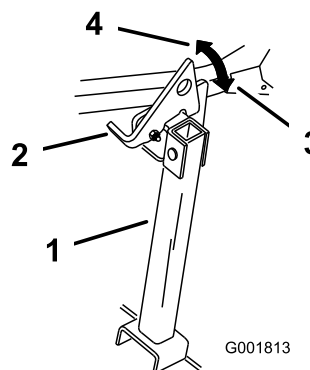

Figura 42
- Alzate il dispositivo di chiusura per sbloccarlo (Figura 42).